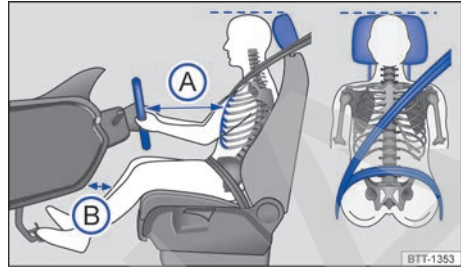

Fig. 19 Distancia correcta entre el conductor y el volante, colocación correcta de la banda del cinturón y ajuste correcto del apoyacabezas.
- Ajuste el apoyacabezas de modo que el borde superior del mismo quede a la altura de la parte superior de la cabeza, pero nunca por debajo de los ojos. Mantenga siempre la parte trasera de la cabeza lo más cerca posible del apoyacabezas → fig. 19.